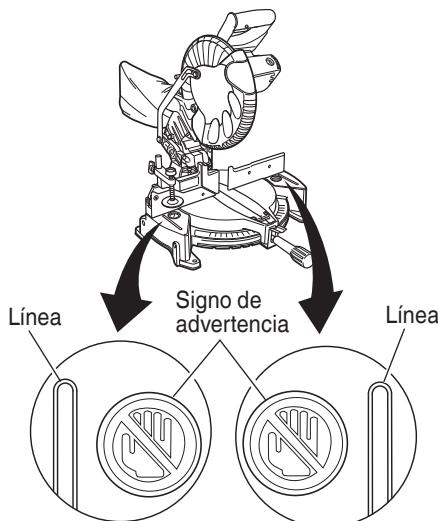

Fig. 19
- \* No coloque nunca sus miembros dentro de la línea cerca del signo de advertencia mientras esté utilizando la herramienta. Esto podría resultar peligroso (consulte la Fig. 19).